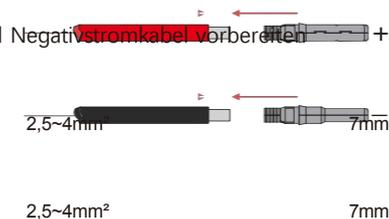

Abbildung 3.4-2 Installieren eines Wechselrichters
**Schritt 2.** Heben Sie den Wechselrichter an, um ihn an der Montagehalterung zu befestigen, um Diebstahl zu verhindern. Siehe Abbildung 3.4-2.